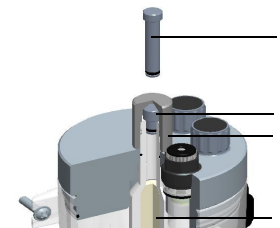

Fig. 5
- 1 Rändelmutter (Fig. 5 - 3) vorsichtig abschrauben.
- 2 Langen Transportstopfen (Fig. 5 - 1) an der 3-Elektrodenmesszelle (Fig. 5 - 4) entfernen und diesen durch den beigelegten kurzen Betriebsstopfen (Fig. 5 - 2) ersetzen.
- 3 Rändelmutter (Fig. 5 - 3) handfest wieder aufschrauben.
- 1 Carefully unscrew the knurled nut (Fig. 5 - 3).
- 2 Remove the long transport plug (Fig. 5 - 1) from the 3-electrode measuring cell (Fig. 5 - 4) and replace it with the enclosed short operating plug (Fig. 5 - 2).
- 3 Screw the knurled nut (Fig. 5 - 3) back on hand-tight.
- 1 Dévisser avec précaution l'écrou moleté (Fig. 5 - 3).
- 2 Retirer le bouchon de transport long (Fig. 5 - 1) sur la cellule de mesure à 3 électrodes (Fig. 5 - 4) et le remplacer par le bouchon de service court (Fig. 5 - 2) joint à la livraison.
- 3 Revisser l'écrou moleté (Fig. 5 - 3) en le serrant à la main.